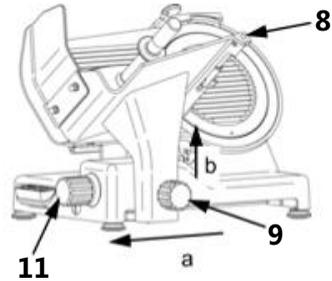

Fig. 29
- Para limpiar, retire el carro (8) del aparato.
- El carro (8) puede desmontarse para la limpieza solo cuando el regulador de espesor de corte (11) está en la posición „0“ y el carro (8) se retira por completo en dirección del regulador de espesor de corte (11) (a, fig. 29).
- Suelte un poco la perilla de bloqueo del carro (9) y acerque el carro hacia si. Si no se permite aflojar, tire del carro (8) otra vez en dirección de la perilla de bloqueo del carro (9).
- Luego desenrosque la perilla de bloqueo del carro (9) por completo y tire del carro (8) hacia arriba (b, fig. 29).
- Limpie el carro (8) con la protección (17), la bandeja de alimentos (6) y la manija empujadora con empuñadura (4) con agua tibia, un paño suave y un agente limpiador neutro. Enjuague con agua limpia para eliminar los restos del producto de limpieza. Sequé bien las piezas lavadas antes de volver a instalarlas.